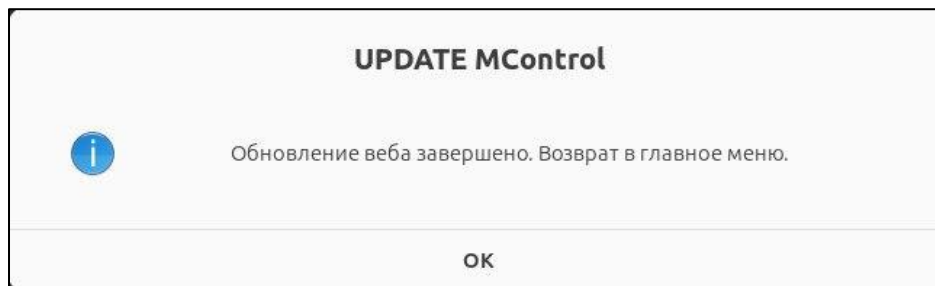

Рисунок 95 – Уведомление о завершении обновления веб-интерфейса
- 2) По завершении обновления отобразится уведомление о завершении (Рисунок 95). Нажмите «ОК».